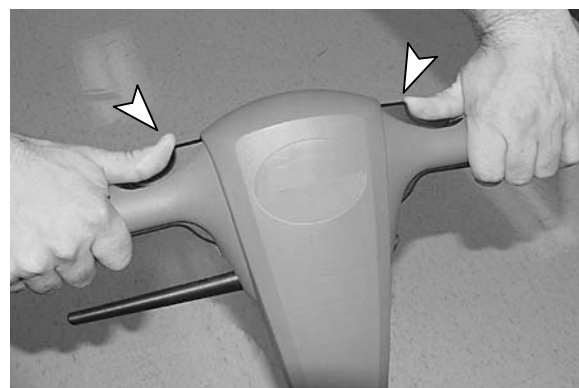

図 7
4. パーニッシングを開始するには、操作ハンドルの上部にある安全ロックボタンをスライドさせてから、オン/オフレバーを引きます。パーニッシング開始後は、安全ロックボタンを放します。(図7)